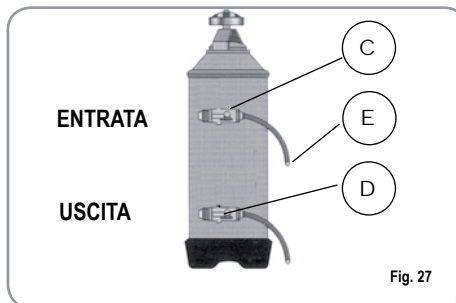

Fig. 27
1) Spegnerla macchina e mettere un recipiente della capacità di almeno 5 litri sotto il tubo E (Fig. 27).